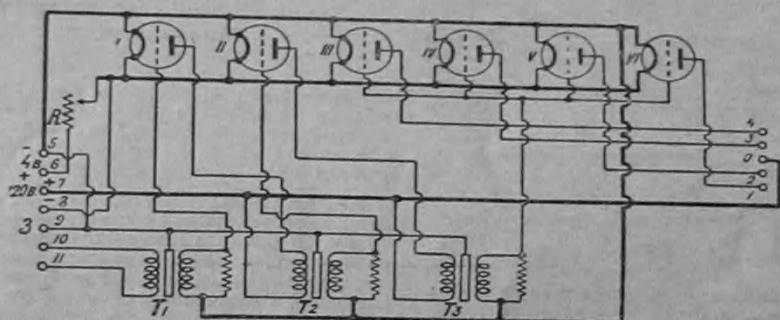

Рис. 2. Схема усилителя  $W_{1/1}$ .
4. Мощный усилитель  $W_{1/1}$  — полная схема его дана на рис. 2. В усилителе работает 6 ламп типа Р5 или „миро“ с параллельно включенными нитями накала, питаемыми аккумуляторной батареей, напряжением в 4 вольта, включенной в зажим 5 и 6. В цепь нитей включаем реостат накала с сопротивлением 0,15 ом, действием которого достигается чистота приема подбором соответствующего накала нитей лампы. Анодное напряжение поддерживается соответствующим включением аккумуляторной батареи напряжением в 120 вольт.